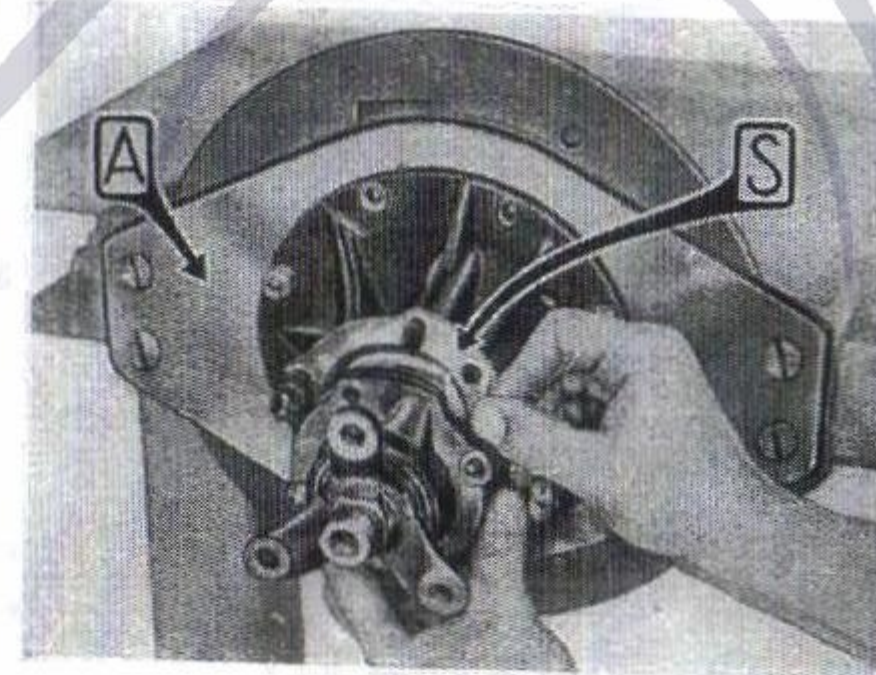

Fig. 82.
La position latérale du boîtier différentiel et le réglage des roulements s'obtiennent en agissant sur les écrous (G, fig. 82) après avoir relevé les languettes d'arrêt (L).